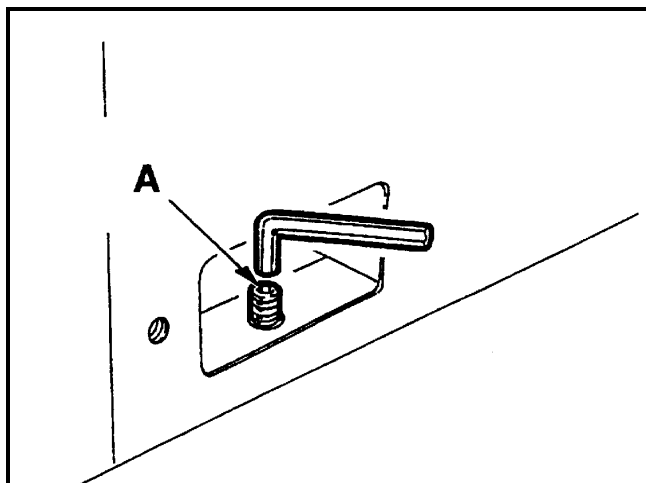

Fig. 05-01
- Introduire le goujon "A" et le visser jusqu'à ce qu'il soit fixé au sol (**Fig. 05-01**).
- Contrôler, à l'aide d'un niveau à bulle d'air, que les plans de la machine sont parfaitement horizontaux; si ce n'est pas le cas, régler en agissant sur les goujons "A" (**Fig. 05-01**),